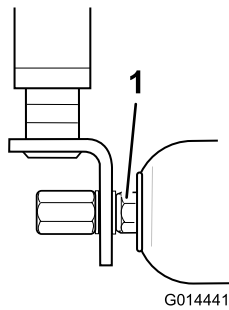

**Figura 79**
2. In caso di movimento eccessivo, serrate attentamente i dadi a ciascun'estremità del rullo con la chiave, quanto basta per rimuovere qualsiasi gioco all'estremità (Figura 79).